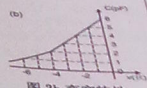
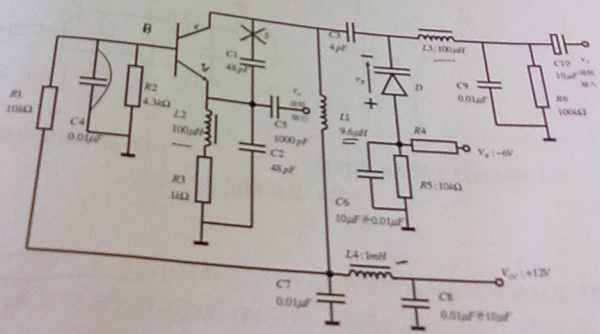

图 3b 变容特性
图 3a 直接调频电路
(+25) 图 3a 所示为变容管直接调频电路, 变容管变容特性如图 3b 所示, 已知调制信号表示式 $v_m(t) = V_m \cos(2\pi \times 10^3 t) V$ 。
- (1) 画出该调频电路的高频等效电路。 (+4)
- (2) 说明电路中 $L_1 \sim L_4$ 四个电感的作用。 (+7)
- (3) 当图 3a 中 S 点断开 (即 C_1 顶端断开) 时, v_o 无输出。用直流电压表测得晶体管基极和发射极直流电压 $V_B = 3.6V$, $V_E = 2.91V$ 。在 S 点连通后, v_o 有输出, 此时测得直流电压 $V_B = 3.35V$, $V_E = 3.15V$ 。请问电路工作正常吗? 试分析出现这种现象的原因。 (+6)
- (4) 当调频波的中心频率为 $10.08MHz$, 上频偏为 $50kHz$, 下频偏为 $48.9kHz$ 时, 不考虑变容管上高频信号的影响, 求电阻 R_4 的值和调制信号幅度 V_m 值大小。 (+8)